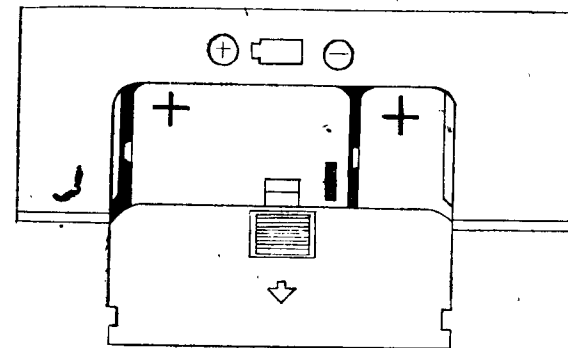

Рис. 2. Отсек для элементов со снятой крышкой
6.1. При питании магнитофона от внутренних источников постоянного тока Вам необходимо открыть крышку отсека для элементов, как показано на рис. 2.